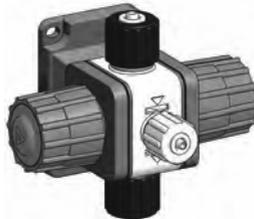

Abb.7
- Schließen Sie den Druck-/Dosierschlauch - wie in Abbildung (4) dargestellt - an das Impfventil an. Achten Sie darauf, daß der Schlauch frei montiert ist und sich nirgendwo scheuern kann.
- Hinweis:** Verwenden Sie bei einer Dosierung in ein druckloses System (< 0,5 bar) - oder wenn die Impfstelle unterhalb der Dosierpumpe installiert ist - zur Sicherstellung eines genügenden Gegendruckes ein „MFK“ - Multifunktionsventil (Abb. 7)!